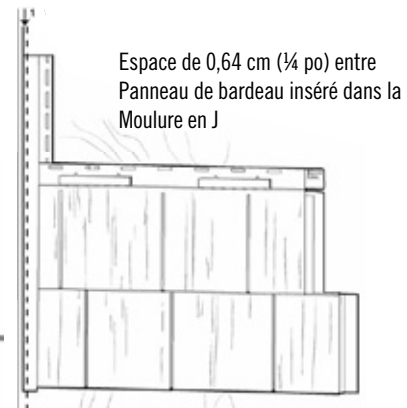

Figure 9
- Laisser un espace de 0,64 cm (1/4 po) entre le bord de panneau coupé et la Moulure en J ou la Borne. Voir Figure 9.